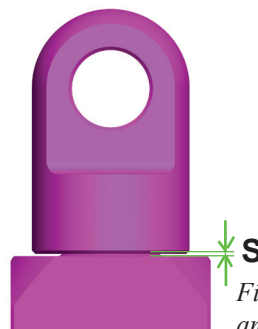

Fig. 8: massima distanza „S“ ammessa
- Il massimo spazio „S“ tra la giunzione girevole superiore e il resto del corpo del Chain Block (fig. 8) non deve superare i seguenti valori:
Quando si raggiunge la massima distanza „S“ (fig. 8) o la riduzione della sezione trasversale raggiunge > 10 %, il bozzello a catena VCB deve essere messo fuori servizio.